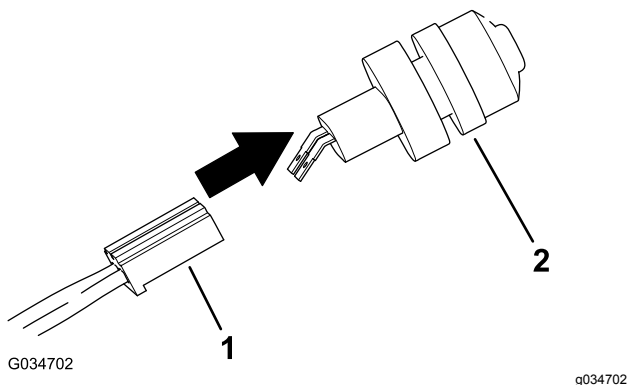

图 7
- 4. 将主线束的母接头插入喇叭开关上的公接头 图 7。
4. 将主线束的母接头插入喇叭开关上的公接头图 7。